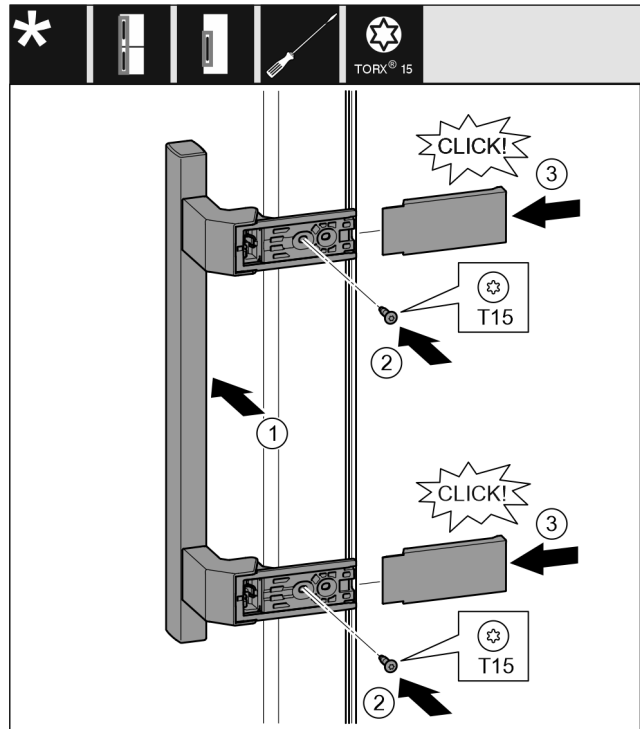

Fig. 11
- ▶ Nasadíte madlo na protilehlé straně. Fig. 11 (1)
- ▶ Šroubovákem T15 pevně utáhněte šrouby. Fig. 11 (2)
- ▶ Kryty bočně nasadíte a nasuňte. Fig. 11 (3)